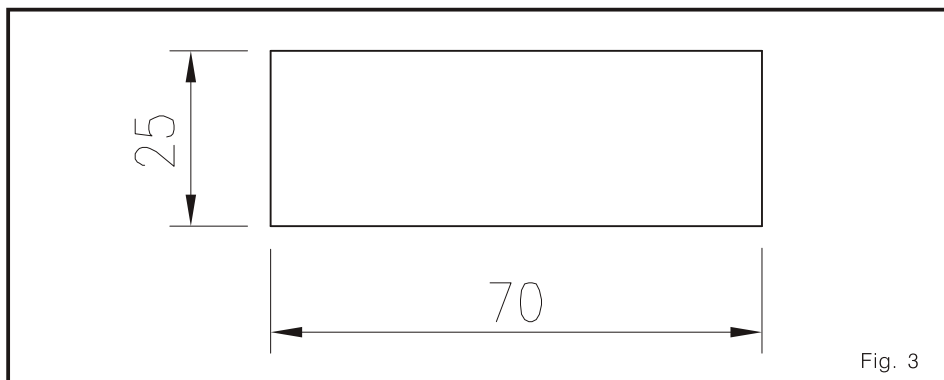

Fig. 3
- (1) Adquir papel para provar o borrifado do óleo. Se aproxime 25mm x 70mm que qualquer tipo de papel pode servir. O tipo de papel não afetará os resultados (Fig. 3)